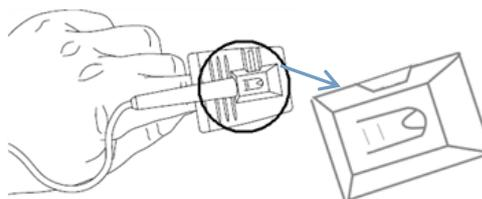
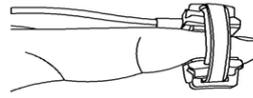

Figura 2 Sonda in gomma da dito
Figura 4(A/B) Sonda a Y da dito/pianta del piede
3. Per la sonda SpO₂ in gomma da dito per adulti, inserire un dito (è preferibile il dito indice, ma il medio o l'anulare con una lunghezza adeguata dell'unghia vanno bene) nella sonda secondo il simbolo posto sul cappuccio della sonda, come mostrato nella figura 2. Si prega di notare che il dito deve essere inserito abbastanza in profondità da far sì che
4. La sonda SpO₂ Universale a Y con fascia in gomma può essere avvolta attorno un dito o alla pianta del piede (specialmente in caso di neonati). Questa sonda viene mostrata nella figura 2 nel suo stato aperto, la fascia in gomma può essere rimossa dalla sonda a Y per la pulizia, il sistema di fissaggio della fascia può essere regolato per allineare la sonda e garantire una corretta aderenza. Posizionare la sonda a Y nella sua sede all'interno della fascia aperta prima di avvolgerla intorno al dito o alla pianta del piede. Quando viene utilizzata su un dito, inserire il dito all'interno della fascia in modo che si trovi tra i due lati della sonda a Y, quindi avvolgere la fascia attorno alla sonda come mostrato in Figura 4(A). Quando viene utilizzata sulla pianta del piede, posizionare la pianta del piede all'interno della fascia, quindi avvolgerla attorno al piede e stringerla con la forza adeguata come mostrato in Figura 4(B); si raccomanda vivamente di utilizzare garza autoadesiva per assicurare il cavo della sonda in prossimità del sito di misurazione, in modo da evitare movimenti tra la sonda e l'area misurata e garantire una maggior qualità del segnale.